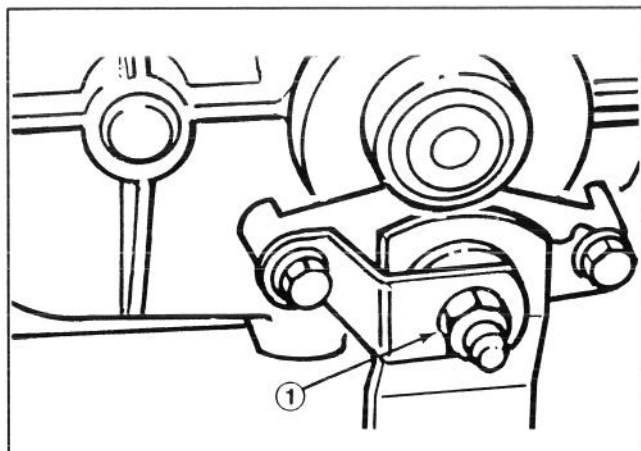

Fig. 21
3. Serrate il dado autobloccante avvitandolo di 1/4 di giro in senso orario (Fig. 21).